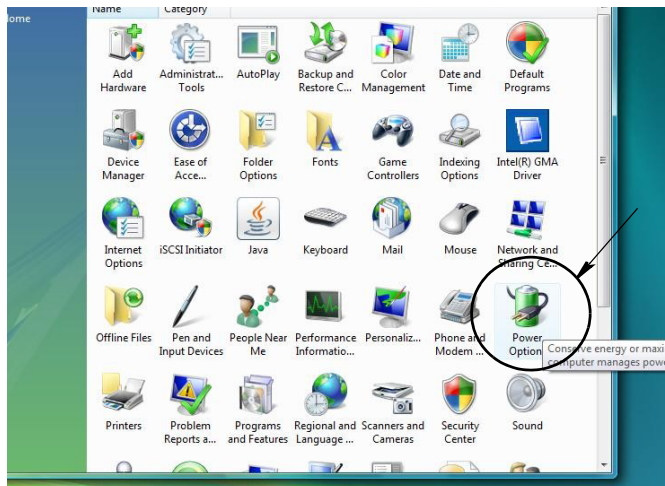

Рис. 17
2. Щелкните по значку «Электропитание» (Рис. 17).